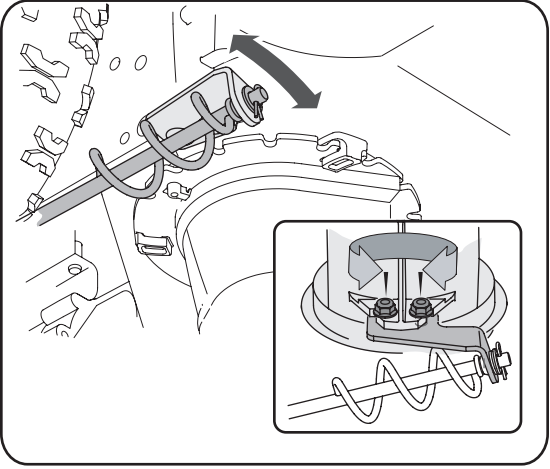

Figure 19
1. Desserrez les deux écrous qui maintiennent le support de la goulotte et ajustez légèrement la position de celui-ci. Voir la Figure 19.